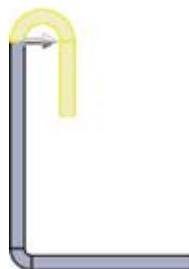

图 5.62 材料在外
- (材料在外) 单选项: 用于控制褶边区域位于褶边附着边外侧，效果如图 5.62 所示。